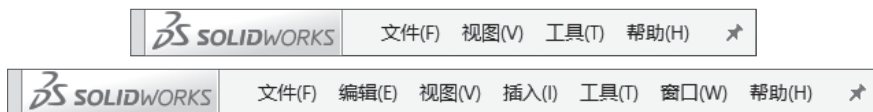

图 1-15 打开文件前后的主菜单栏
相比于未打开文件之前, 建立或打开文件后, 观察主菜单栏状况, 发现增加了【编辑 (E)】、【插入 (I)】、【窗口 (W)】三项, 如图 1-15 所示。